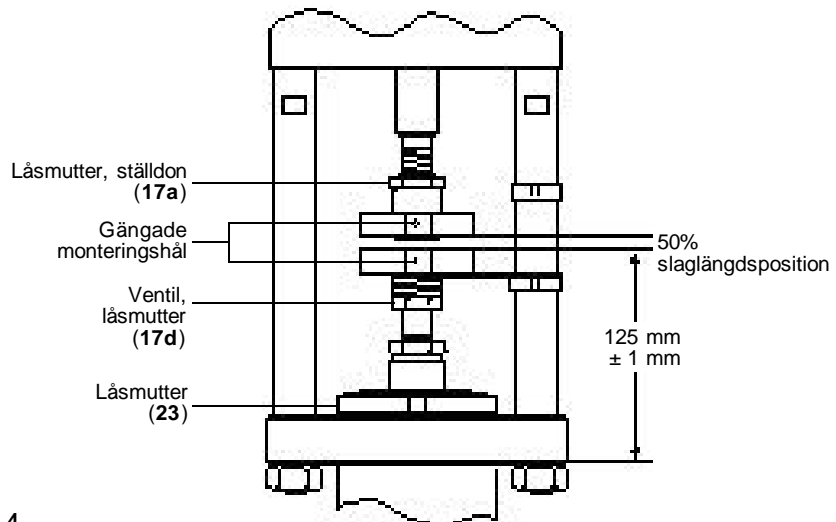

Fig. 4
- Avlägsna skruvarna (17e) och anti-rotations plattan (19) och ventilens montagedel (17c).
- Skruva på ställdonets montagedels låsmutter (17a) och ställdonets montagedel (17b) på ställdonets spindel (7) tills den är i jämnhöjd med botten av spindeln medan du säkerställer att det M6-gängade monteringshålet är placerat mot framsidan av ventilen (se fig. 4).
- Avlägsna pelarens muttrar (21) och avlägsna monteringsplattan (18).
- Avlägsna den låsmuttern (23).
- Montera monteringsplattan (18) över bröstets gängade tapp och sätt den i linje med ventilens spindel.
- Återmontera låsmuttern (23) och dra åt till rekommenderat åtdragningsmoment, se **Tabell 1**.
- Skruva på montagedelen (17c) på ventilspindeln. Justera ventilens montagedels position så att den har positionen 125 mm ± 1 mm över ställdonets montageanslutningen med det M6-gängade monteringshålet mot framsidan av ventilen (fig. 4).